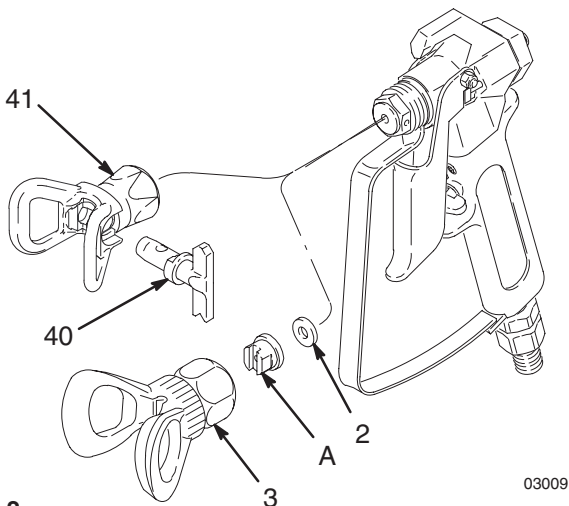

Abb. 2
1. Einen geerdeten Materialschlauch an den Pistoleneinlaß anschrauben. Siehe Abb. 2.
4. Modelle 217593 und 235990: Düsenschutz (3) abschrauben und Düse (A) und Dichtung (2) in die Mutter am Düsenschutz einbauen. Gemeinsam fest auf die Pistole schrauben. Mit einem Schraubenschlüssel festziehen. Siehe Abb. 2.
5. Modelle 220955 und 820165: Umkehrdüse (40) und Düsenschutz (41) montieren. Siehe mitgelieferte Betriebsanleitung 308644. Siehe Abb. 2.
2. Düsenschutz-Satz entfernen. Siehe Abb. 2.
3. Abzug beim Abschrauben von Diffuser/Sitz (A) und Dichtung (B) zusammendrücken.
4. Sicherungsmutter (D) und Kappe (23) entfernen.